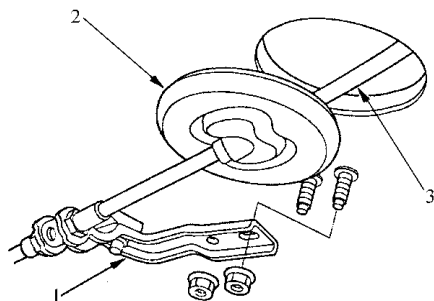

图 5-68 拆卸换挡拉线托架和索环
6) 如图 5-68 所示, 拆卸换挡拉线托架和索环, 然后将换挡拉线从车厢内拉出。